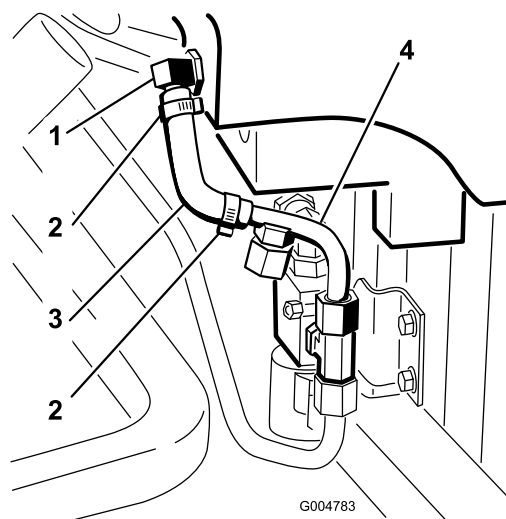

Figure 31
10. Raccordez le côté long du flexible moulé au raccord coudé à 90° dans le réservoir hydraulique (Figure 31).
11. Raccordez le côté court du flexible moulé au bout cannelé de la conduite hydraulique N° 4 (Figure 31).